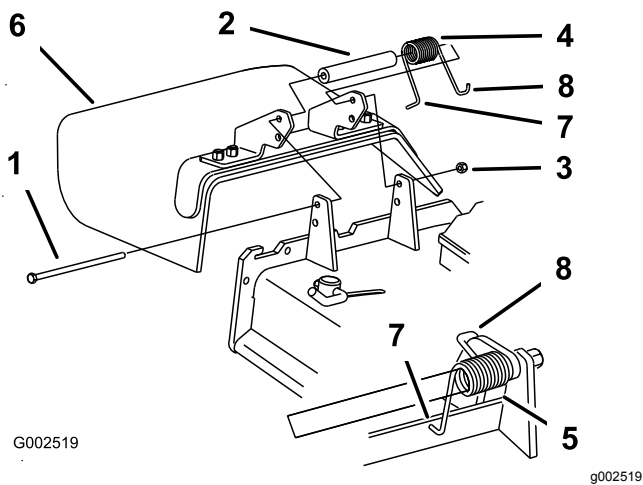

Figura 103
- Retire la contratuerca, el perno, el muelle y el espaciador que sujetan el deflector a los soportes de pivote (Figura 103).
Nota: Asegúrese de colocar el extremo en L del muelle detrás del reborde de la carcassa antes de instalar el perno, según muestra Figura 103.
- Coloque el extremo en J del muelle alrededor del deflector de hierba (Figura 103).